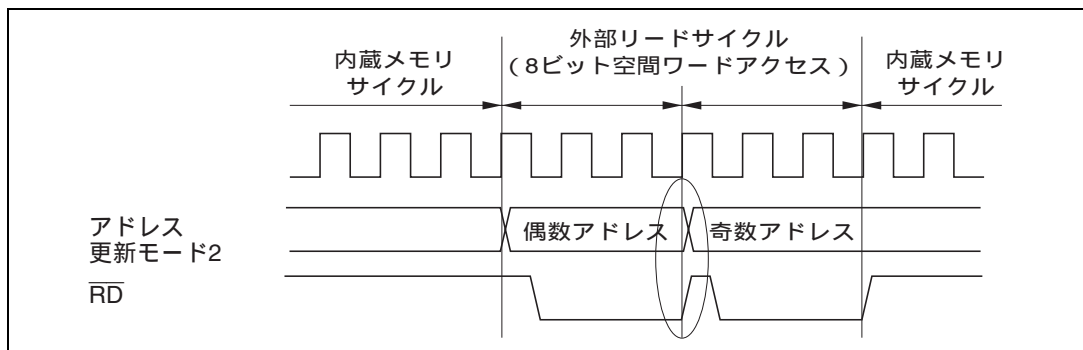

図 6.6 アドレス更新モード 2 での外部空間連続アクセス例
- \overline{RD} の立ち上がりに対するアドレスのホールド確保を目的として、アドレス更新モード 2 を使用する場合、外部空間リードアクセスは、必ず単一のアクセスサイクルで終了してください。たとえば、8 ビットアクセス空間に対するワードアクセスは図 6.6 のようにバスサイクルが 2 回に分割され、単一のアクセスサイクルとはなりません。このようなケースでは、1 回目のアクセスサイクル（偶数アドレス）と 2 回目のアクセスサイクル（奇数アドレス）の間の \overline{RD} の立ち上がりで、アドレスのホールドが保証されません。（図中の楕円で囲んだ部分）。